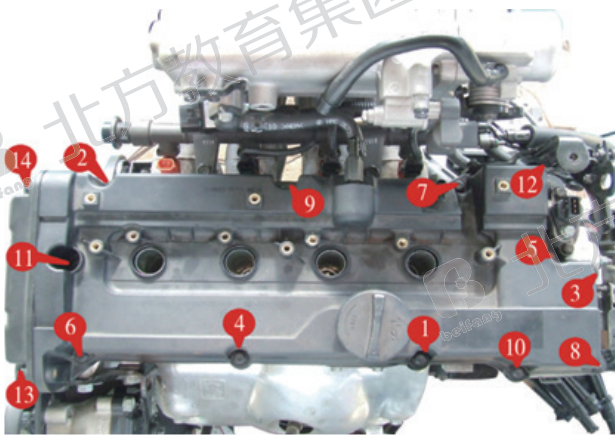

图 11
- (1) 安装气门室盖垫、火花塞导筒密封圈。如图 11 所示。